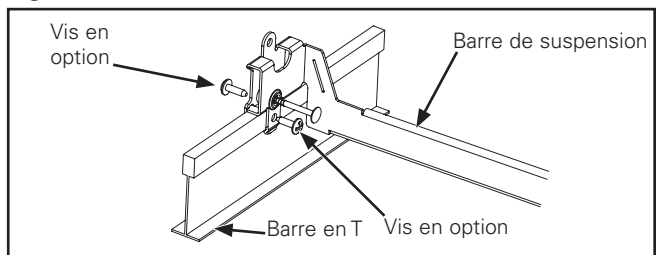

Figure 7.
1. Étendez les barres de suspension et faites glisser les fentes dans les languettes sur les barres en T. Des attaches en option peuvent être utilisées pour fixer les barres de suspension sur la barre en T (Figure 7.).